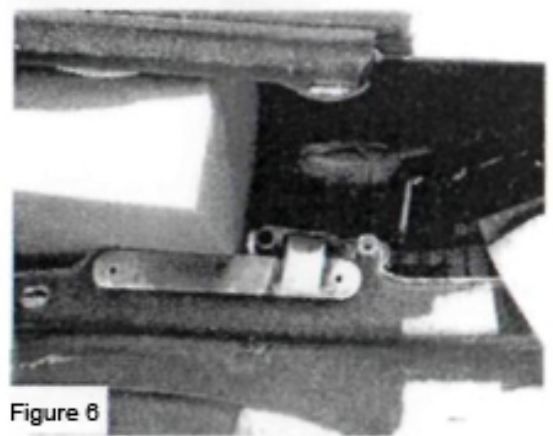

Figure 6
- Bild 6: Entfernen Sie nun die Bohrschablone
- Figure 6: Now remove the drilling template.